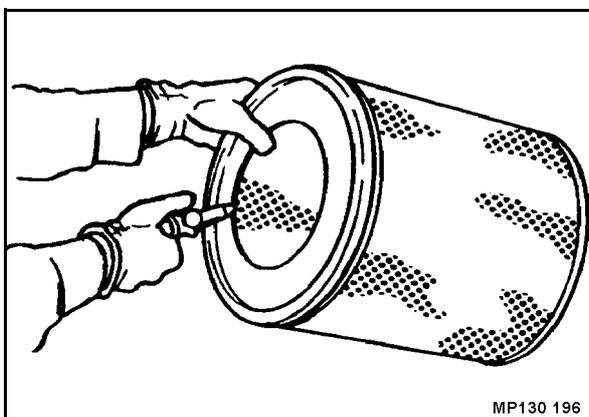

Fig. 222
- Soffiare la cartuccia (Fig. 222) con aria compressa asciutta (max. 5 bar) spostando la pistola all'interno della cartuccia dall'alto verso il basso e viceversa come pure dall'interno verso l'esterno fino a quando non fuoriesce più polvere.